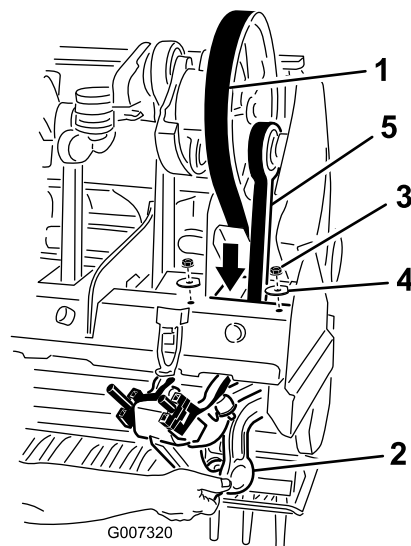

Figure 39
5. Desserrez et retirez les 2 contre-écrous et rondelles qui fixent l'amortisseur Rotalink du bras d'aération n° 1 (Figure 39).
7. Faites descendre la courroie d'entraînement dans le cadre de la tête d'aération et autour de l'extrémité inférieure du bras d'aération n° 1 (Figure 39)